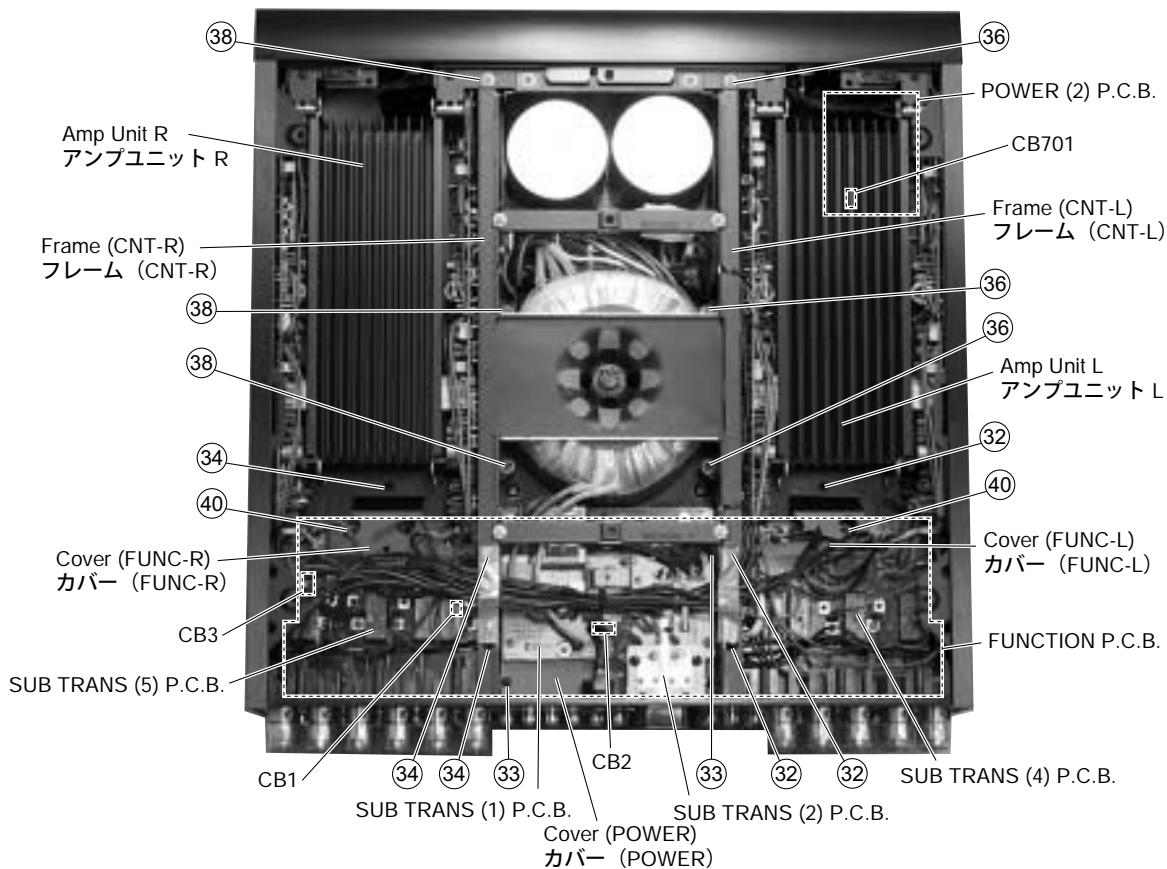

Fig. 14
- c. Remove the SUB TRANS (4) P.C.B. and SUB TRANS (5) P.C.B. (See procedure 7)
- d. Remove the SUB TRANS (1) P.C.B. and SUB TRANS (2) P.C.B. (See procedure 8)
- e. Remove 3 screws (32) and then remove the Cover (FUNC-L). (Fig. 14)
- f. Remove 2 screws (33) and then remove the Cover (POWER). (Fig. 14)
- g. Remove 3 screws (34) and then remove the Cover (FUNC-R). (Fig. 14)
- c. SUB TRANS (4) & SUB TRANS (5) P.C.B.を取り外します。(7項参照)
- d. SUB TRANS (1) & SUB TRANS (2) P.C.B.を取り外します。(8項参照)
- e. 32のネジ3本を外し、カバー(FUNC-L)を取り外します。(Fig. 14)
- f. 33のネジ2本を外し、カバー(POWER)を取り外します。(Fig. 14)
- g. 34のネジ3本を外し、カバー(FUNC-R)を取り外します。(Fig. 14)
- h. Remove 2 screws (35) and 3 screws (36) and then remove the Frame (CNT-L). (Fig. 14, 15)
- i. Remove 2 screws (37) and 3 screws (38) and then remove the Frame (CNT-R). (Fig. 14, 15)
- j. Remove 3 screws (39) and 2 screws (40). (Fig. 14, 15)
FUNCTION P.C.B. (Fig. 14)
POWER (2) P.C.B. (Fig. 14)
- l. Remove the FUNCTION P.C.B. with the Rear Panel (Upper) attached to it. (Fig. 14)
- h. 35のネジ2本と36のネジ3本を外し、フレーム(CNT-L)を取り外します。(Fig. 14, 15)
- i. 37のネジ2本と38のネジ3本を外し、フレーム(CNT-R)を取り外します。(Fig. 14, 15)
- j. 39のネジ3本と40のネジ2本を外します。(Fig. 14, 15)
- l. リアパネル(Upper)が付いた状態で、FUNCTION P.C.B.を取り外します。(Fig. 14)